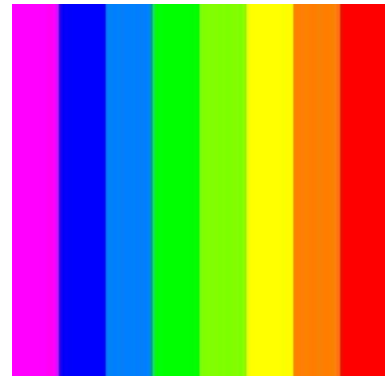

図2 8領域の塗りつぶし
(1) 図2のように8色の色を塗りつぶすプログラム pc2.c を作成し、200x200 サイズの画像 pc2.ppm を生成しなさい。なお塗る色は左から R,G,B の順番で、次のようにする。